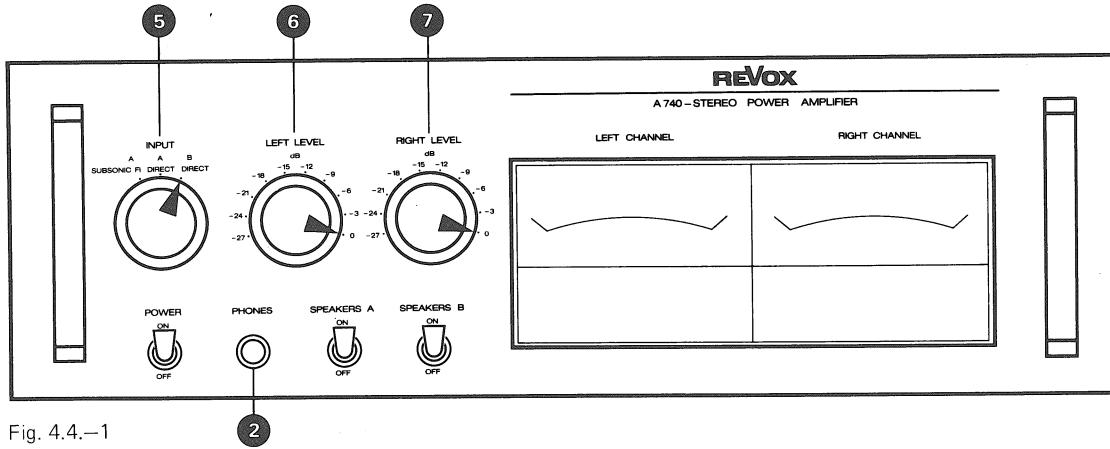

Fig. 4.4.-1
- Bedienungselemente nach Fig. 4.4.-1 einstellen.
- NF-Voltmeter an Ausgang LEFT CHANNEL (18) anschliessen.
- NF-Generator an Eingang LEFT CHANNEL (14) anschliessen.
- Adjust operating controls as per fig. 4.4.-1.
- Connect audio voltmeter to output LEFT CHANNEL (18).
- Connect audio generator to input LEFT CHANNEL (14).
- Organes de commande selon la fig. 4.4.-1.
- Brancher un voltmètre BF à la sortie LEFT CHANNEL (18).
- Brancher un générateur BF à l'entrée LEFT CHANNEL (14).